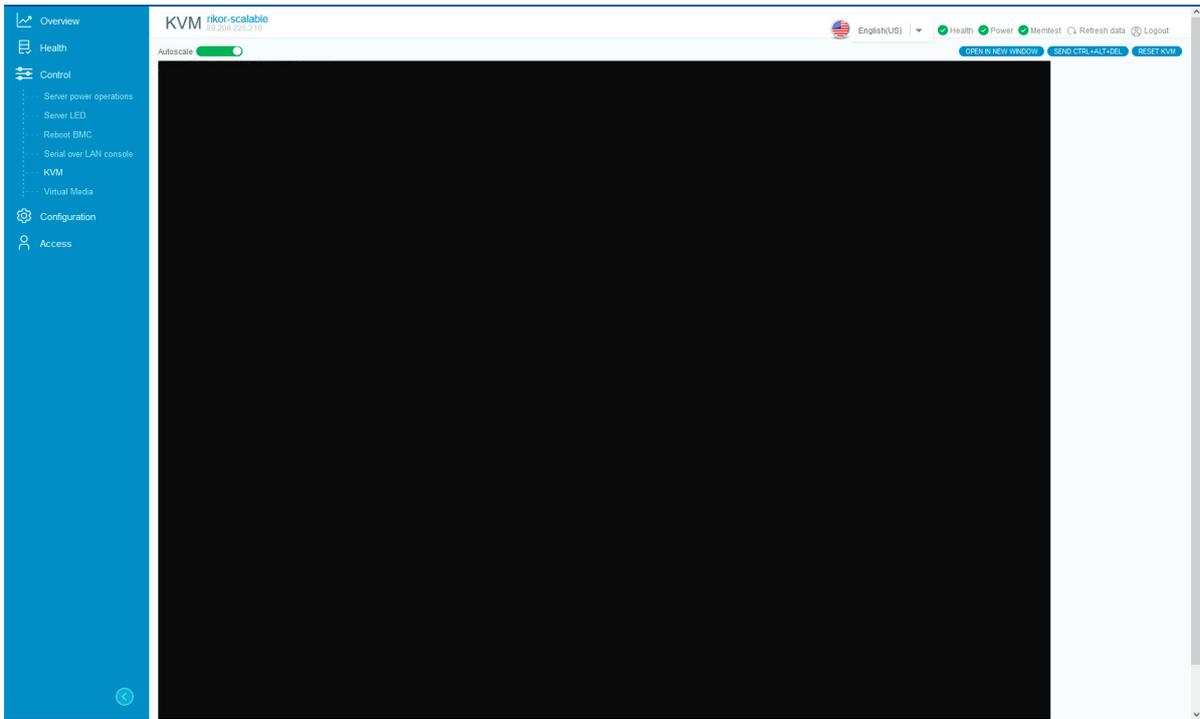

Рис. 79. Окно «KVM»
- 6) Пройдите во вкладку «Control» → «KVM» в данной вкладке осуществляется удаленное управление BIOS. Окно показано на рис. 79 Окно «KVM»